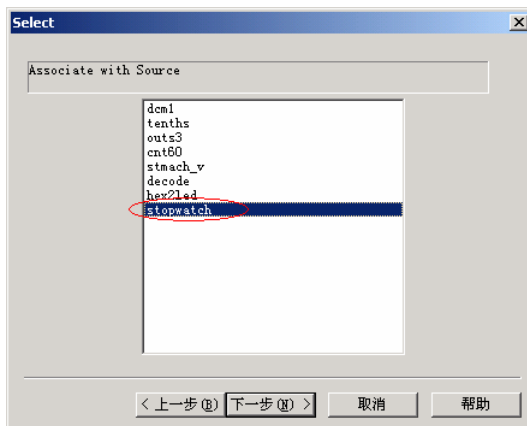

图 9-46 选择仿真目标
- (2) 单击  按钮，选择需要仿真的模块，新建测试激励波形文件将与该模块关联。这里的仿真目标为顶层文件“stopwatch”，如图 9-46 所示。单击  按钮，单击  按钮确认新建资源信息，启动 HDL Bencher。